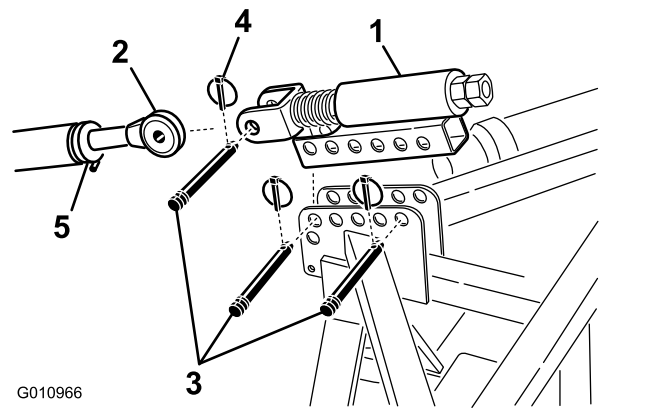

图9
1. 使用 2 个连杆销和保险销将弹簧加载顶部连杆安装到打孔机支架上（图9）。
2. 拧松牵引车上连杆上的锁紧螺母。调节上连杆的长度，直至其与打孔机弹簧加载顶部连杆上的柱销对齐（图9）。
3. 将牵引车上连杆连接到弹簧加载顶部连杆上的柱销，并用连杆销和保险销将其固定（图9）。
6. 旋紧上连杆，直至弹簧被压缩约 13mm（图9）。